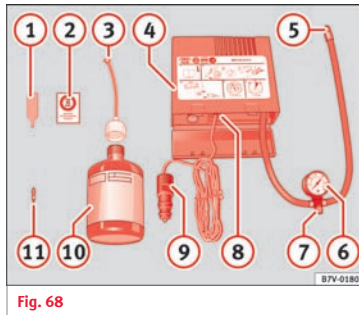

Fig. 68
- Skru ventilhætten og ventilkeglen af dækventilen. Anvend værktøjet til afmontering af ventilkegle » Fig. 68 -ventilkegle- til at skrue ventilkeglen ud. Læg ventilkeglen på et rent underlag.
- Ryst flasken med dæktætningsmiddel kraftigt » Fig. 68 10.
- Skru påfyldningsslangen » Fig. 68 3 på flasken med dæktætningsmiddel. Folien på lukningen bliver automatisk brudt.
- Fjern proppen fra påfyldningsslangen » Fig. 68 3, og sæt den åbne ende helt på dækventilen.
- Skru ventilkeglen ind i dækventilen igen med værktøjet til afmontering af ventilkegle » Fig. 68 1.
- Skru luftkompressorens påfyldningsslange » Fig. 68 5 fast på dækventilen.
- Kontroller, om luftåbningsskruen » Fig. 68 7 er lukket.
- Sæt stikket » Fig. 68 9 ind i en af bilens 12-volts-stikdåser » Side 146.
- Tilslut luftkompressoren med tilslutnings- og afbryderkontakten » Fig. 68 8.